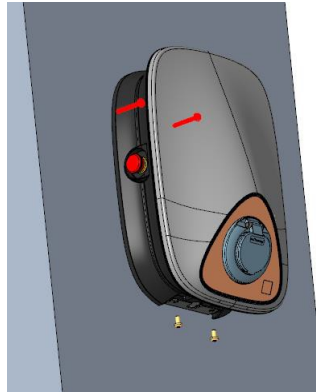

Abbildung 6: Position der Schrauben relativ zur Wallbox
13. Die Wallbox von oben nach unten aufsetzen. Die Wallbox auf die Spreizschrauben setzen. Anschließend unten mit zwei Innensechskantschrauben M6 fixieren. (Abbildung 6).